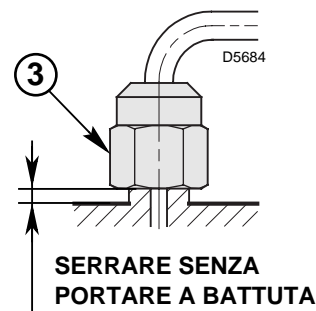

Fig. 13
- Al rimontaggio del gruppo portaugello avvitare il dado (3) come mostrato in fig. 13.
- Per garantire una tenuta ermetica dell'elica nella propria sede, verificare che esista almeno 1 mm di molleggio tra gruppo portaugello e carcassa. Di conseguenza il perno (*copiglia*) (11) di fissaggio dovrà sporgere di almeno 1 mm dalla flangia del gruppo portaugello.